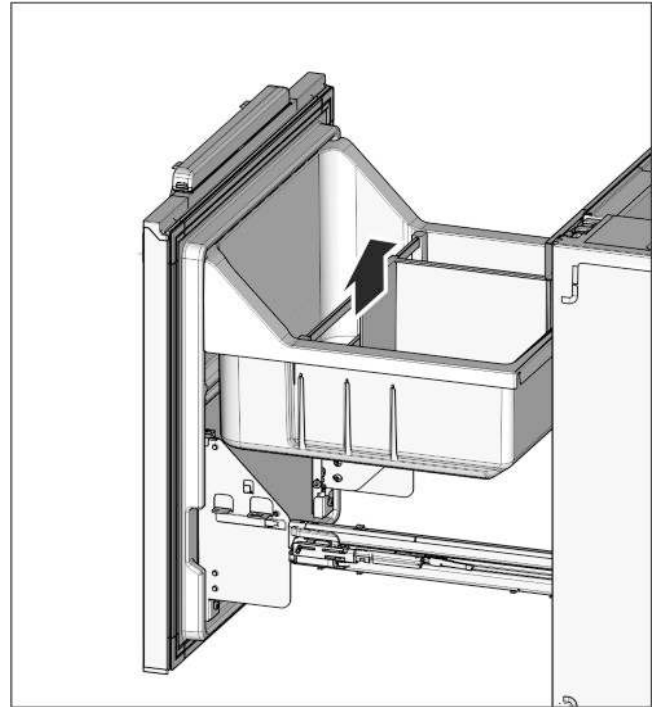

Fig. 24
- ▶ Снова вставьте полку для бутылок Fig. 24 (32) и ёмкость для овощей Fig. 24 (31).